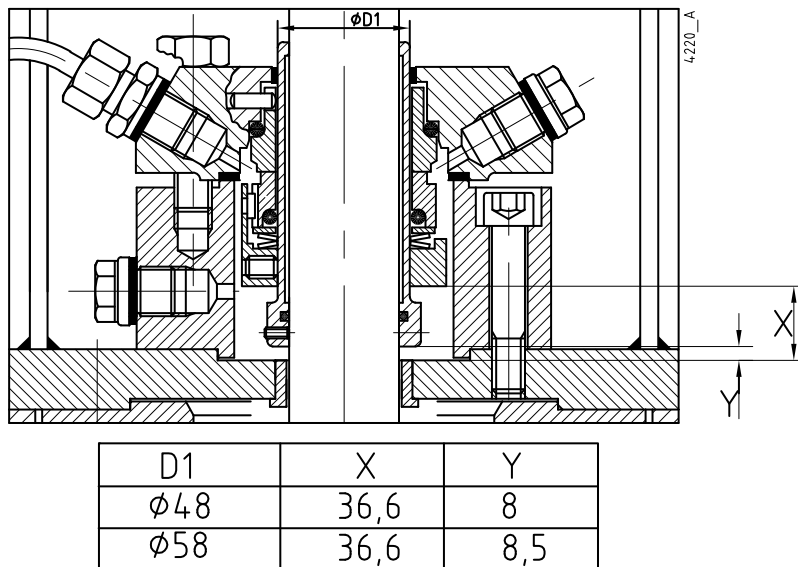

Figura 13: Montaggio della tenuta meccanica M2.
- 2 Inserire l'O-ring (2320) nella boccola dell'albero (2310) e montare la boccola dell'albero con la spalla rivolta verso il basso. La distanza tra la boccola dell'albero e la flangia della guarnizione ad H dovrebbe essere regolata in base alla distanza Y (vedere la figura 13). Fissare la boccola dell'albero con le viti di regolazione (2330).
- 4 La distanza dalla spalla della boccola dell'albero fino alla parte rotante della tenuta meccanica deve essere regolata secondo la distanza X, (vedere la figura 13). Successivamente bloccare la parte rotante della tenuta meccanica con la vite di regolazione.